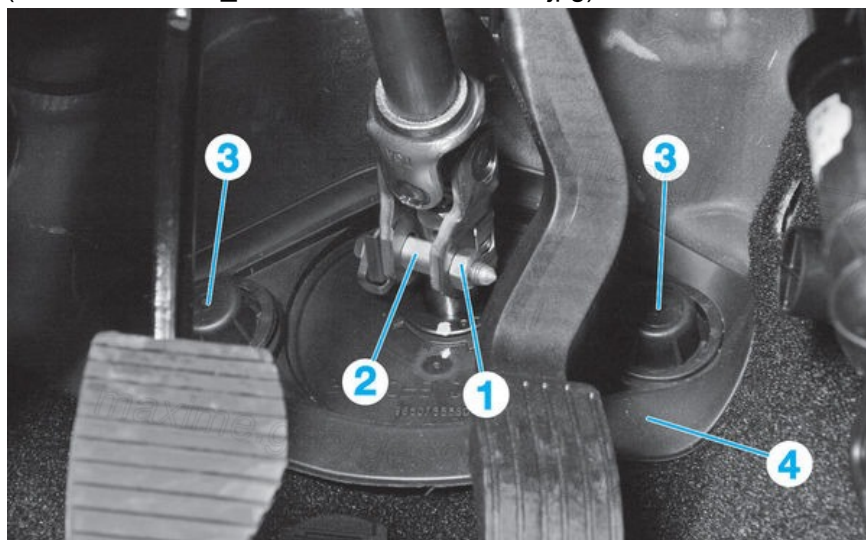

Fig.12
- Déposer l'écrou (1) puis dégager la vis (2) du clip de sécurité (Fig.12) (/media/RTA/RTA_714/RTA714A-006-012X.jpg).